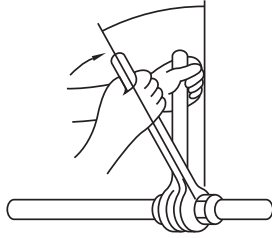

Fig. 5-9
- Borunun oturduğu yüzeye ince bir tabaka soğutma yağı sürün. (Fig. 5-9)